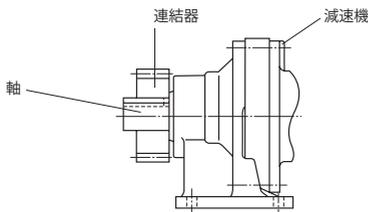
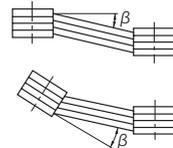

図7
図8
(2) チェーン・スプロケット、ギヤを使用する場合
- ・スプロケットやギヤの荷重作用点が軸中央より減速機側へくるようにしてください。(図7参照)
(3) Vベルトを使用する場合
- ・両プーリ間の平行度、偏心率 β は $20'$ 以内として下さい。(図8参照)